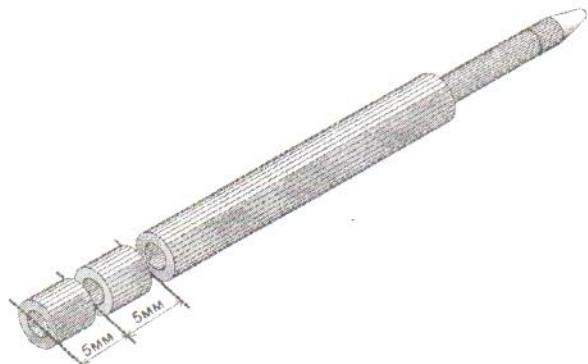

Рис.8 Изготовление втулок из использованного стержня от гелиевой ручки
- Смонтируйте плату в корпусе замка при помощи двух саморезов Ф3x12 и двух втулок Ф3x5 (рис.8). При монтаже рекомендуется наклейкой из скотча дополнительно изолировать стойку замка, на которую опирается плата.